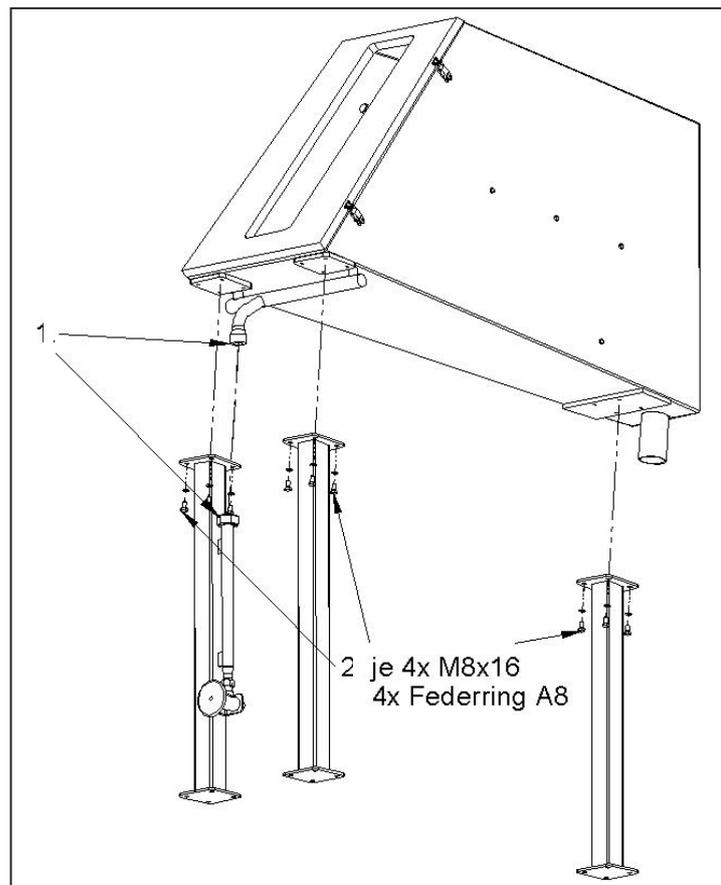

Abb. 5-3
1. Schrauben Sie das Wasserrohr (1) fest zusammen (Abb. 5-3)
- Schrauben Sie die drei Beine mit den beiliegenden Schrauben (2) an das Maschinen-Oberteil (Abb. 5-3).